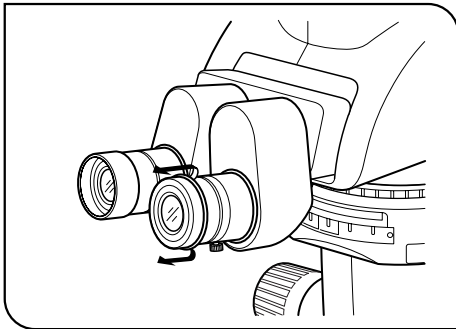

Fig. 13
**4 Using the Eye Shades** (Fig. 13)